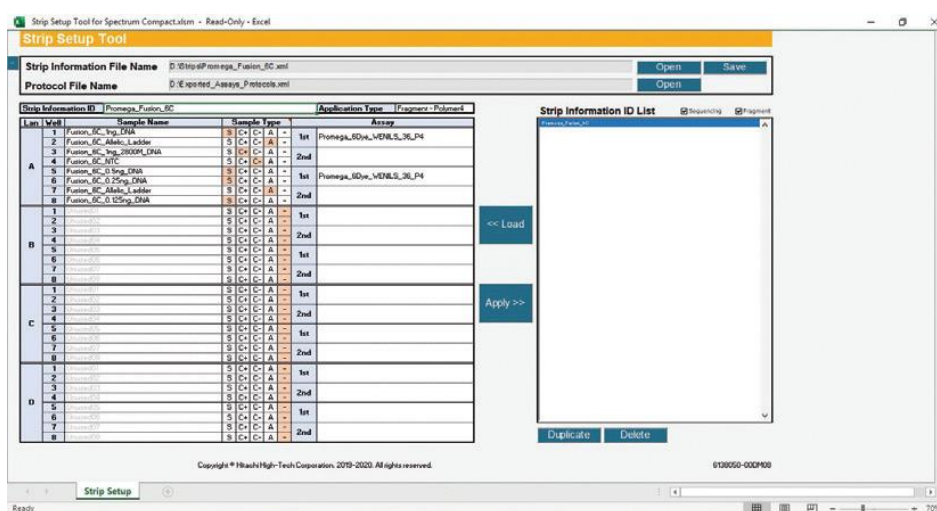

図 214 Strip Information File Name に新しい Strip が表示された Strip Setup Tool 画面
9. 新しい strip の名前と場所が、Strip Information File Name のセルに表示されます。（図 214）